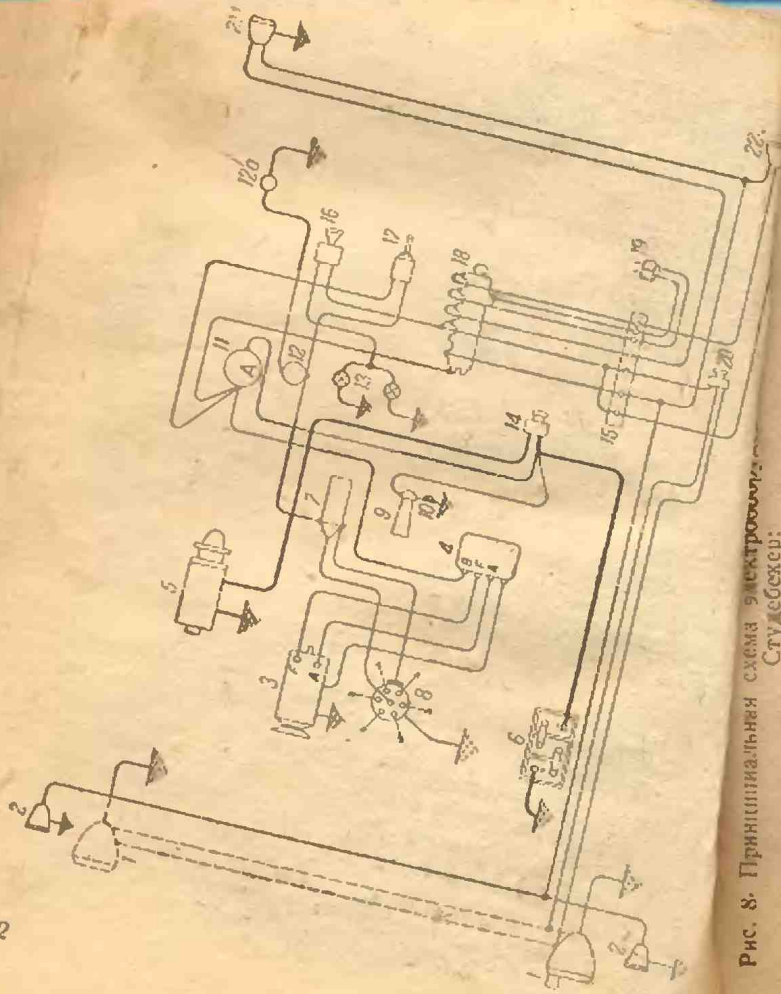

Рис. 8. Принципиальная схема электросети Студебекер.
10. Очисти клеммы аккумулятора и смажь вазелином. Проверь всю электропроводку (рис. 8) затяни соединения, замени провода с поврежденной изоляцией.